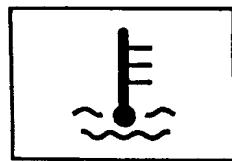

图 1-11 冷却液温度指示灯
(5) 机油警告灯。如果车辆润滑系统有问题, 在发动机起动后或在行驶过程中, 该灯会发亮, 表明机油不能快速流经发动机油道对机件实施润滑。可能是机油过少或出现与机油有关的其他问题, 应马上进行检修。在下属情况下, 机油警告灯也会亮起:
①点火开关接通后, 该灯短暂发亮, 表明系统工作正常。如果该灯不亮, 可能是保险丝烧断或灯泡有故障, 应及时检修。
②在发动机怠速运转时, 此灯会时明时暗地闪烁, 这属正常情况。
(6) 冷却液液位低警告灯。在点火开关接通后, 如果液位低 (LOW COOLANT) 警告灯短暂发亮, 表示系统正在正常工作。如果汽车运行中, 该灯发亮或亮的时间较长, 表明冷却系统中冷却液过少, 发动机可能过热, 应尽快维修。
(7) 车门/行李厢未关紧警告灯。如果 DOOR/TRUNK 警告灯发亮, 说明行李厢盖或有的车门未关紧, 应及时检查, 二者关紧后, 该灯自然熄灭。
(8) 发动机冷却液温度指示灯 (图 1-11)。此灯告知发动机冷却液温度过高或散热器风扇不工作。当点火开关接通后, 该灯短暂发亮表示系统工作正常。如果车辆在常规行驶情况下, 该灯发亮, 应立即驶离公路停车并熄火, 及时检查并处理。